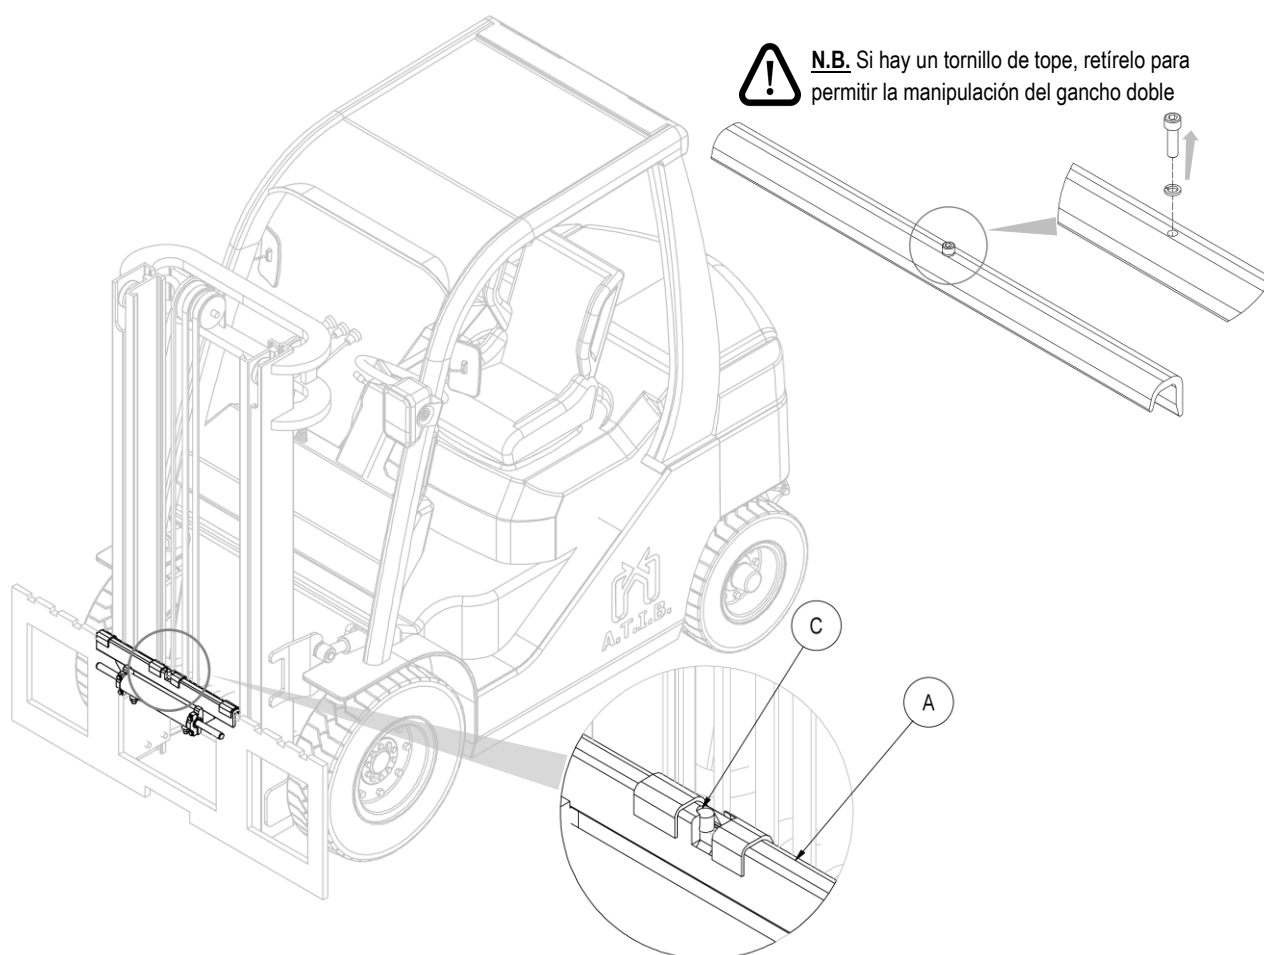

Figura 6
4. Tomar manualmente el doble gancho **A** (con las correspondientes deslizaderas y cilindro), y posicionarlo sobre el perfil superior de la placa porta horquillas, cuidando de encajar el pivote de centrado **C** en la muesca central del mismo (mira Figura 6).